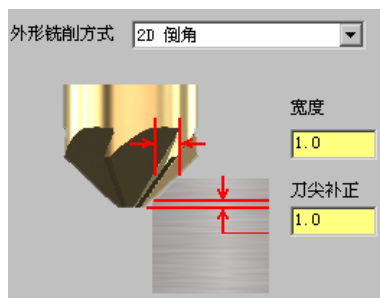

图 9.2.11 “2D 倒角”参数设置区域
- ☒ **2D 倒角** 选项：当选择此选项时，则表示需要使用倒角铣刀对工件的外形进行铣削，其倒角角度需要在刀具中进行设置。用户选择该选项后，其下会出现图 9.2.11 所示的参数设置区域，可对其相应的参数进行设置。